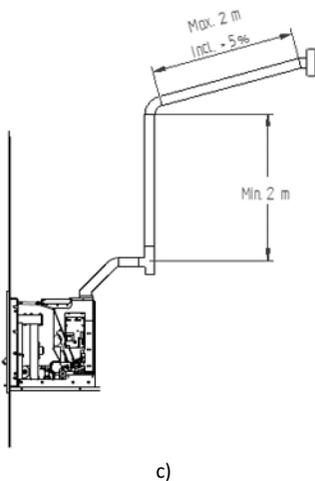

Figura 2 – Exemplos de instalações tipo
- Na Figura 2, estão representados os requisitos básicos para a instalação da chaminé do inserível.
- Prever na base da tubagem um “T” para as inspeções periódicas e a manutenção anual, conforme ilustrado na Figura 2.